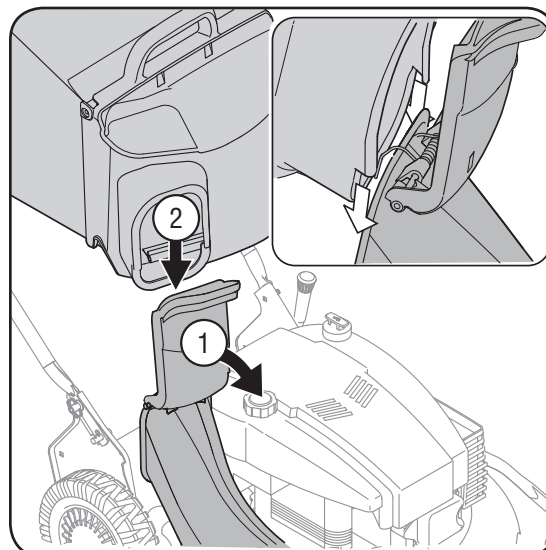

Figure 7
c. Relevez le rabat et faites glisser le sac sur l'adaptateur. Voir la Figure 7.